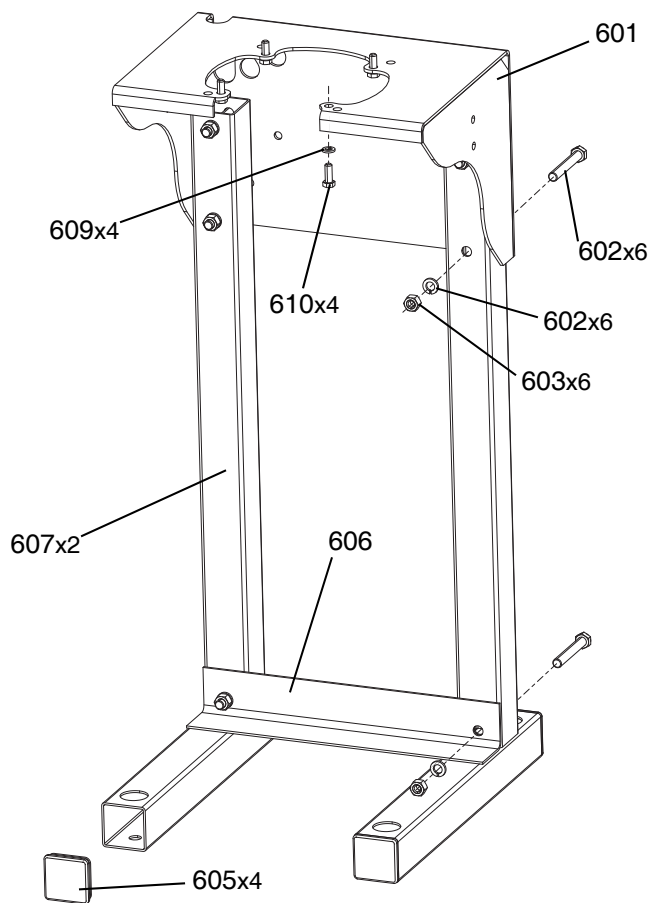

図 27: ポンプスタンド
- 壁ブラケットをテンプレートとして使用して、壁取り付けが水平であることを確認してください。4つの直径 11 mm (7/16 インチ) の穴を取り付けボルト用にドリルで開けます。取り付け穴ファスナーの位置に関する図 27を参照ください。